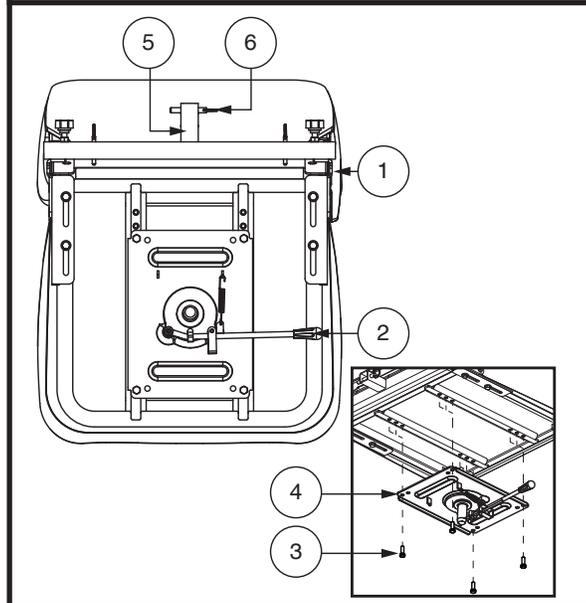

Figura 15. Ajustes en el asiento
3. Afloje los cuatro (4) pernos ubicados en la parte inferior del asiento, dejando la placa del asiento en su lugar. **Ver figura 15.**
6. Inserte y apriete cuatro (4) pernos para fijar el asiento.
El soporte de accesorios va montado en la parte posterior del scooter y permite llevar accesorios tales como una cesta, un andador o una botella de oxígeno. Utilice la arandela de anclaje para fijar cada elemento al soporte de accesorios. **Ver figura 15.** Para obtener más información, consulte con su proveedor autorizado.